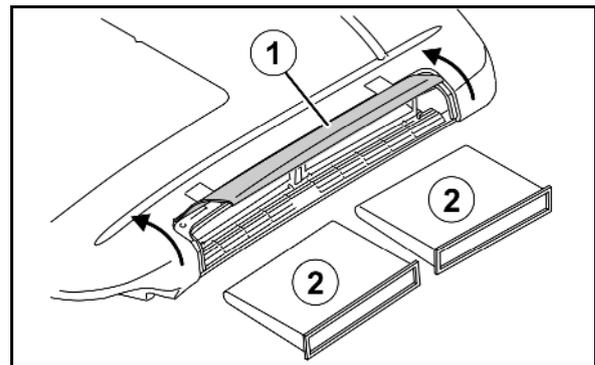

Fig. 188
1. Umluftgitter (Fig. 188/1) ausbauen.